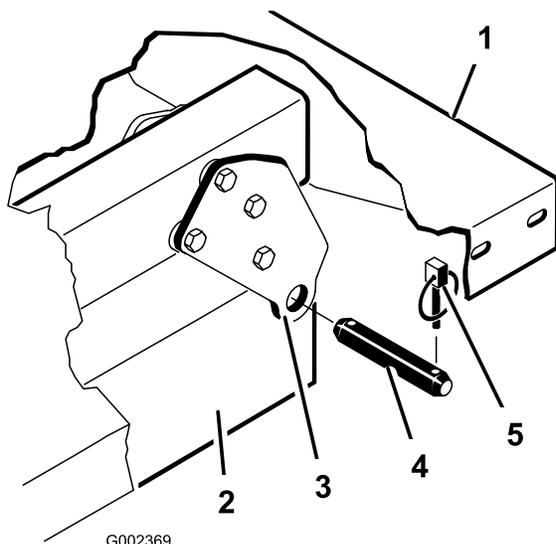

图 4
5. 向内推动柱销卸下将油缸杆端固定到货斗安装板上的柱销图 4。
6. 卸下将枢轴支架固定到机架槽上的保险销和柱销图 4。